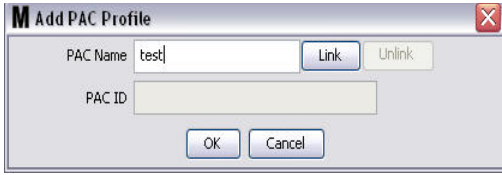

图 113
3. 显示图 113 中所示的添加 PAC 配置文件屏幕。在该屏幕上，提示您对 PAC 进行命名。在字段中输入 PAC 的名称之后，单击“确定”关闭屏幕和保存更改。